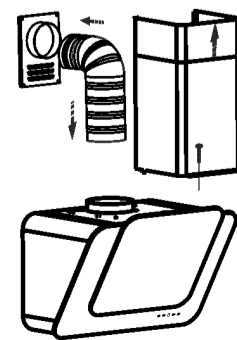

рис. 7
6.3 В зависимости от режима эксплуатации вытяжки, соедините вентилятор с вентиляционной решеткой полужестким гофрированным воздуховодом (рис. 7) или установите на вентилятор угольные фильтры, если они предусмотрены. Угольные фильтры устанавливаются на защитные решетки корпуса вентилятора путем легкого нажатия и поворота (рис. 7 А).